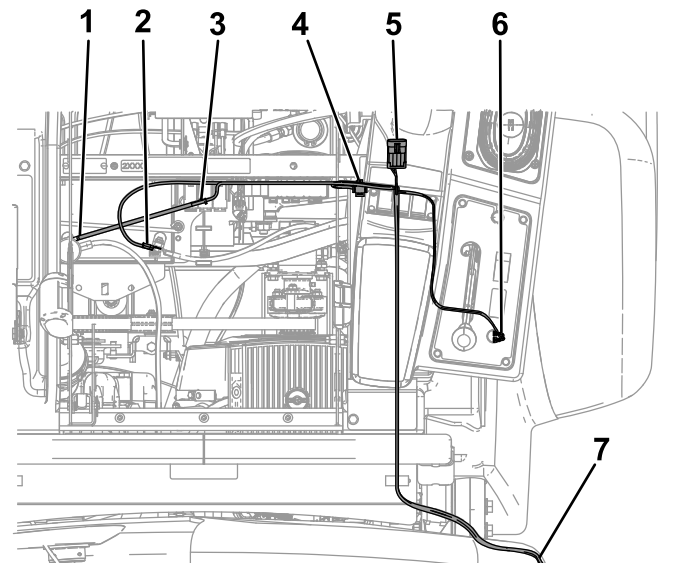

Figura 7
4. Enchufe el conector siguiente en el relé (Figura 7), y monte el relé en el orificio exterior del bastidor, junto a los relés existentes.
5. Conecte el eslabón fusible al cable rojo que está conectado al borne positivo (+) de la batería (Figura 7).
7. Conecte el extremo más lejano del arnés de cables a la conexión de tierra del bloque de fusibles (Figura 7).
1. Conecte los 2 conectores del arnés de cables al conector de 2 patillas del interruptor (Figura 7).